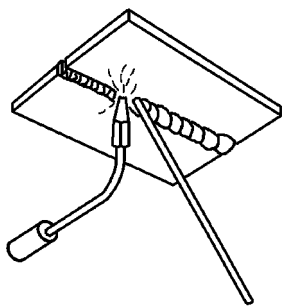

图 8-54 仰焊焊接
(5) 仰焊的操作方法 仰着脸焊是焊接工作中难度最大的工作,在修理工作中也经常用到。仰着脸焊时熔化的金属液体随时都有下坠倾向。所以熔池要小,当喷嘴把金属熔化后而即流动时,火焰应离开后退。所以仰焊的前进方向与平焊相反,由左向右,如图 8-54 所示。焊条上熔化的金属不可能凭空向上滴到熔池上去。另一方面靠焊条来回不断地运行,使熔化的焊条金属一层层的敷上去。焊接时焊条应放得斜一些,这样如有下坠金属熔液,也可用它来托住,并靠它的运行再将熔液分布到焊缝上去。